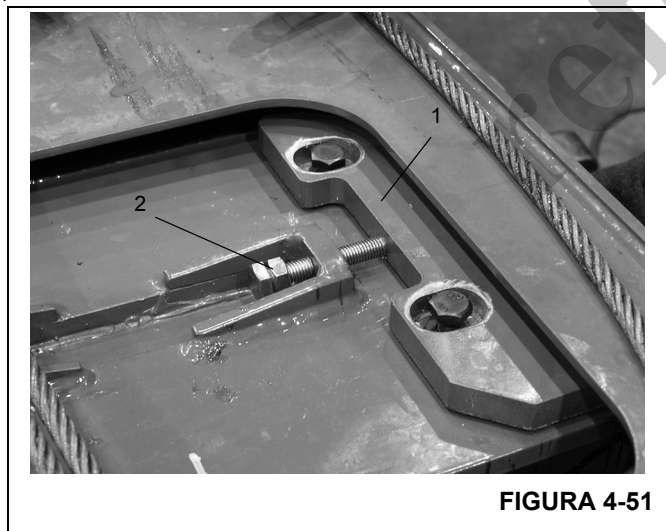

FIGURA 4-51
10. Inserte las almohadillas de desgaste y sujetadores (Figura 4-51, 1) en los lados izquierdo y derecho de la sección de extremo.
11. Mida y ajuste las almohadillas de desgaste hasta que la sección de extremo esté centrada ± 1 mm (0.04 pulg) en la sección central exterior. Aplique pasta selladora Loctite a la contratuerca (Figura 4-51, 2) y apriétela.